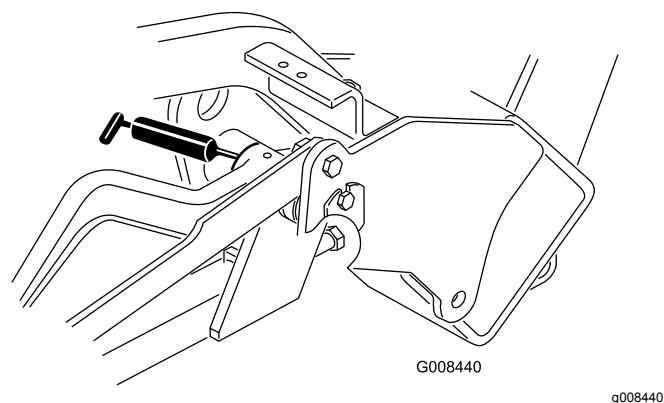

Рисунок 29
- Подъемные рычаги (3) (Рисунок 29)